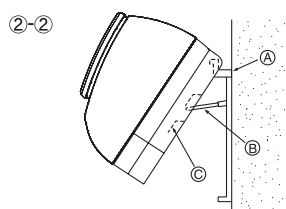

Fig. 3-6
- ②-② Levez l'appareil intérieur en accrochant la pièce de support (sur la planche d'installation) aux saillies situées au dos de l'appareil comme l'indique. (Fig. 3-6)